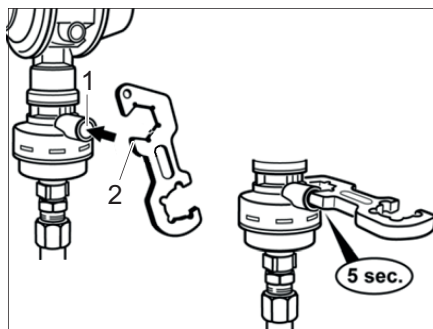

Fig. 255 Sensore di crash
- Con l'ausilio di un cacciavite (Fig. 255,2) o di un oggetto simile adatto, premere il pulsante di sblocco (Fig. 255,1) e tenerlo premuto per 5 secondi.